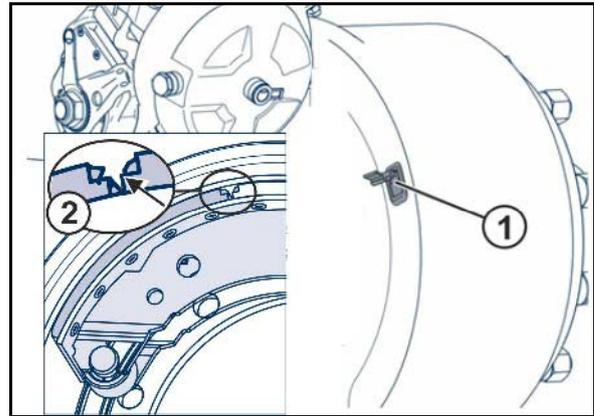

Fig. 105
1. Ziehen Sie das Entwässerungs-Ventil (Fig. 105/1) über den Ring solange in seitlicher Richtung, bis kein Wasser mehr aus dem Luftbehälter ausfließt.